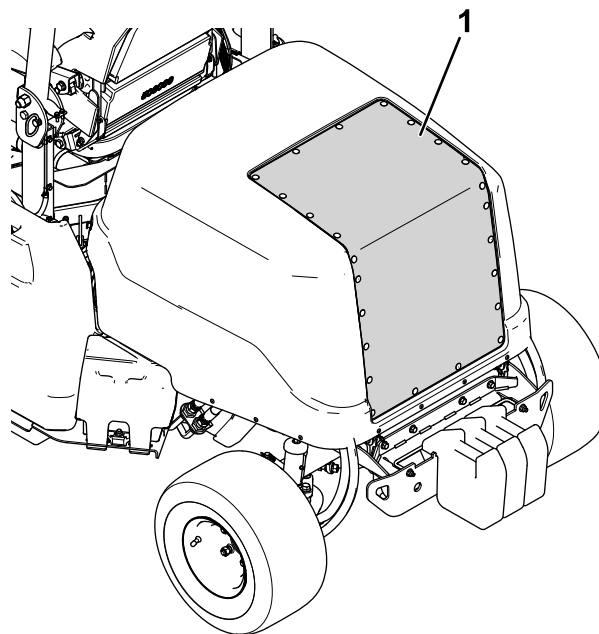

Figura 68
2. Utilizzate aria compressa per pulire la griglia del cofano (mostrata nella Figura 68). Indirizzate l'aria all'esterno della macchina.